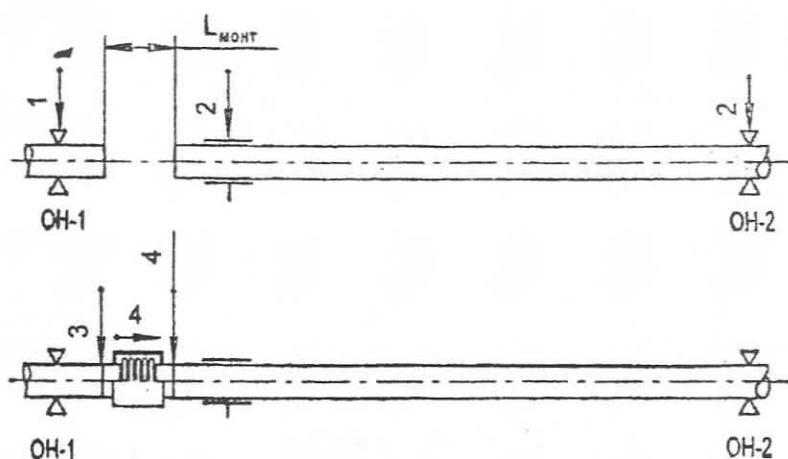

Рисунок 3. Схема монтажа компенсаторов
8.2.2. Монтаж компенсаторов рекомендуется производить в следующей последовательности (рисунок 3):